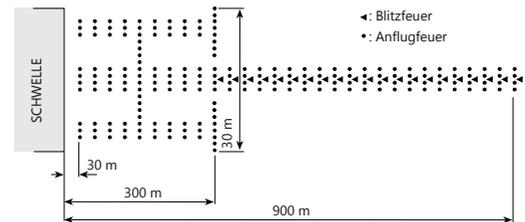

Abb. 5 CAT. II/III
- als Ergänzung zu Dauerlicht-Anflugfeuern in ICAO-Anflugsystemen für CAT I, II oder III (Abb. 5)